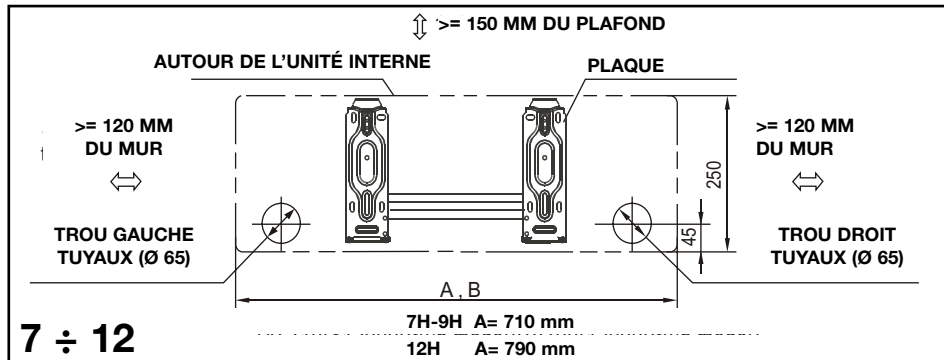

fig.1b
4. Pratiquer dans le mur des trous pour le passage des tuyaux et des branchements électriques (diam. 65 mm, 95 mm mod 24) (Fig. 1b,1c,1d).